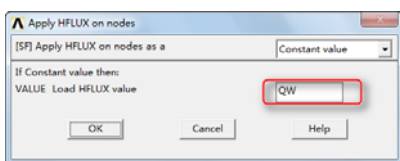

图 8-21 “Apply HFLUX on nodes”对话框
⑦ 依次选择 Main Menu→Preprocessor→Loads→Define Loads→Apply→Thermal→Heat Flux→On Nodes，会弹出“Apply HFLUX on nodes”对话框。单击“Pick All”按钮，会弹出“Apply HFLUX on nodes”对话框，如图 8-21 所示。
⑧ “Apply HFLUX on nodes”对话框中，在“VALUE Load HFLUX value”输入框
中输入 QW，如图 8-21 所示，单击“OK”按钮关闭该对话框。